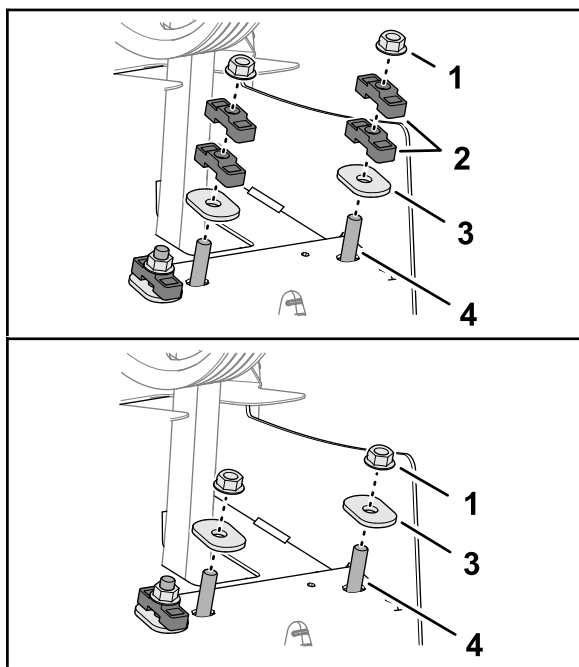

図 134
6. 硬化楕円ワッシャーとロックナットで、ダンパナシャフトとスペーサを後フレームに固定する 図 134。